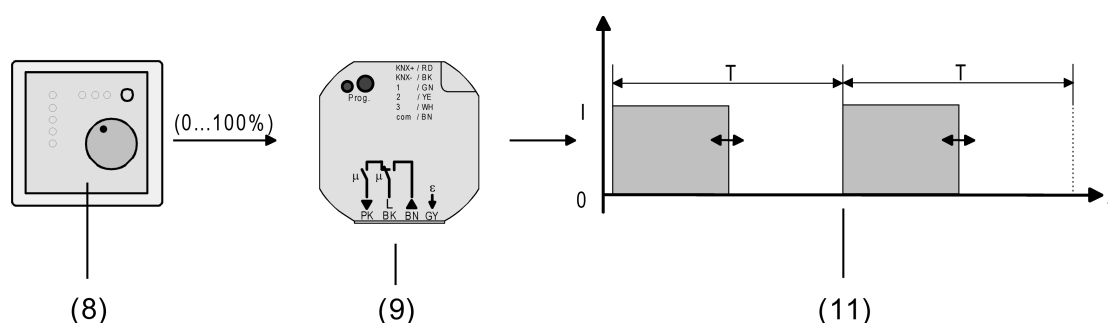

Bild 33: Stellgrößenprinzip bei stetiger Stellgröße
(8) Raumtemperurregler (RTR) (Stellgröße "1 Bit")
(9) Kombiaktor
(10) Schaltendes Ausgangssignal für Ventilantriebe
Das über das 1 Byte Objekt "Stellgröße" empfangene Werttelegramm wird im Normalbetrieb durch das Gerät in ein äquivalentes pulswidenmoduliertes Schaltsignal an den Ventilausgängen umgesetzt (Bild 33). Der aus dieser Modulation resultierende Mittelwert des Ausgangssignals ist unter Berücksichtigung der im Gerät einstellbaren Zykluszeit (T) ein Maß für die gemittelte Ventilstellung des Stellventils und somit eine Referenz für die eingestellte Raumtemperatur (siehe "Pulsweitenmodulation bei stetigen Stellgrößen und stetigen Soll-Ventilpositionen").